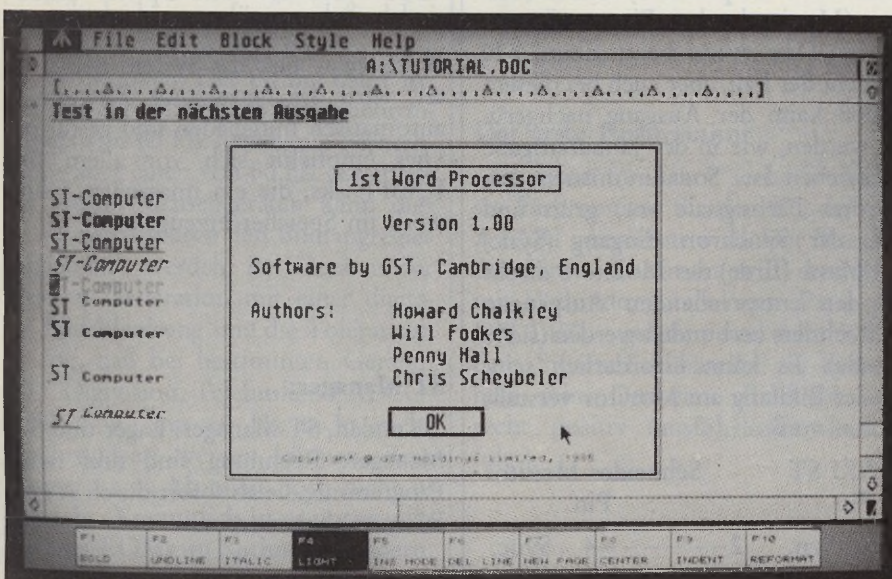

Bild 2
2. **GST-1st-Word** – (siehe Bild 2) Ein Textverarbeitungsprogramm, das voll die GEM-Möglichkeiten, wie z. B. verschiedene Schriftarten auf dem Bildschirm ausnützt. Eine Anleitung wird auf der Diskette auf Englisch mitgeliefert. Auch dieses Programm wird in der nächsten Ausgabe näher besprochen.